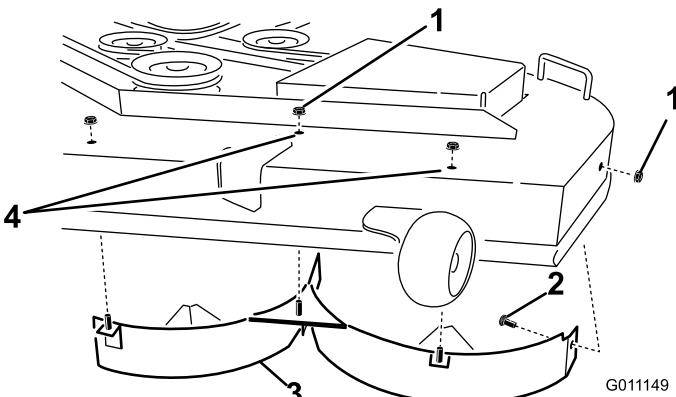

Figura 36
- Retire las tres contratuerca (5/16 pulgada) de las clavijas soldadas del deflector izquierdo, en la parte superior de la carcasa de corte, en las posiciones centro, centro izquierda e izquierda (Figura 36). Retire el perno de cuello cuadrado y la contratuerca, situados en la
- Retire el deflector izquierdo de la carcasa de corte según se muestra en Figura 36.
- Localice los dos pernos entre las piezas sueltas y utilice las contratuerca existentes. Instale estas fijaciones en los taladros indicados en Figura 36 de la carcasa de corte para evitar que se arrojen residuos al aire. Instale el perno desde la parte inferior de la carcasa, y sujetelo desde arriba con una de las contratuerca existentes.